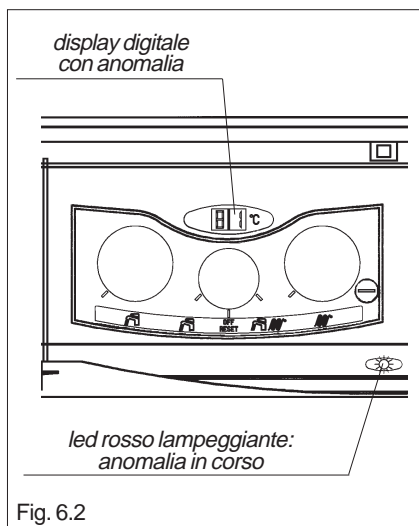

Fig. 6.2
- con **led rosso lampeggiante** (fig. 6.2) un'anomalia di funzionamento.